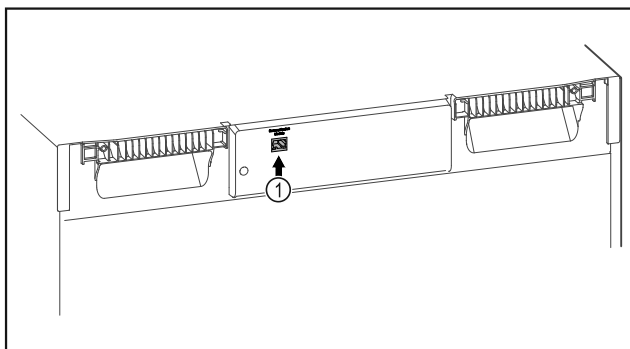

Fig. 85
- ☐ SmartModule Fig. 85 (1) inserito.